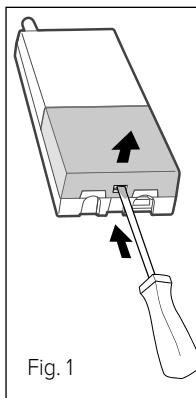

Fig. 1
- Abrir a tampa exercendo uma leve pressão na lingueta posicionada na parte inferior do repetidor (Fig. 1).